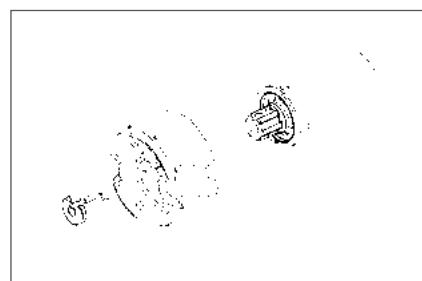

Figure 2 : verrouillage de sécurité de l'accouplement\*
3. Installer l'accouplement et insérer le verrouillage de sécurité de l'accouplement (article 288500) (figure 2).